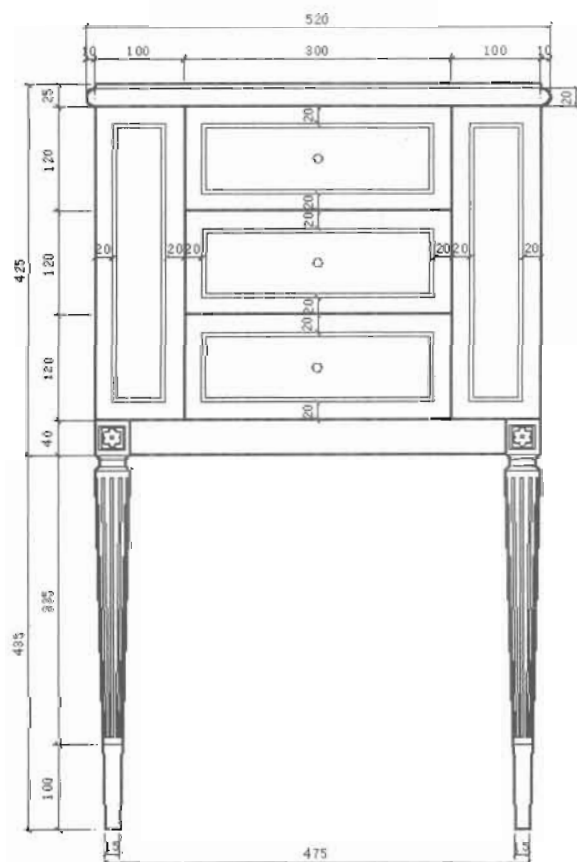

图 10-184
(1) 设置“尺寸”图层为当前图层, 然后执行“标注>线性”菜单命令, 标注出抽屉柜的详细尺寸, 如图 10-184 所示。